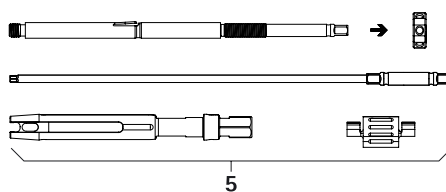

Fig. 2
- Démontez le levier de réduction percuteur 5, voir Fig. 2. Le démonter entièrement et dévisser l'écrou de serrage.